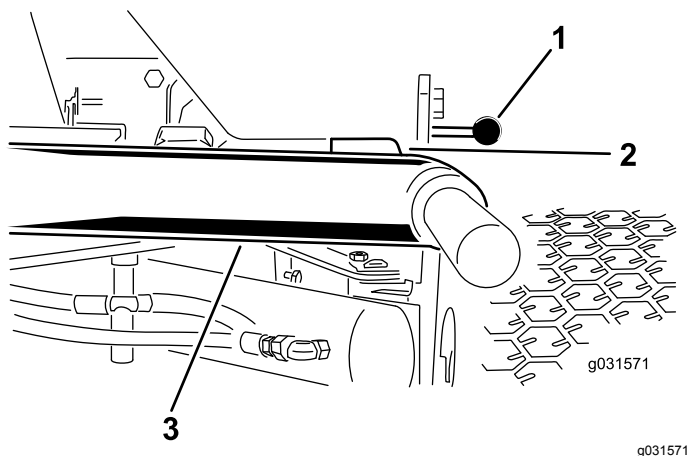

Figura 11
1. Ligue o motor, eleve as unidades de corte e certifique-se de que a folga entre cada braço de elevação e o suporte da placa do chão é de 5 a 8 mm, conforme se mostra na Figura 11.